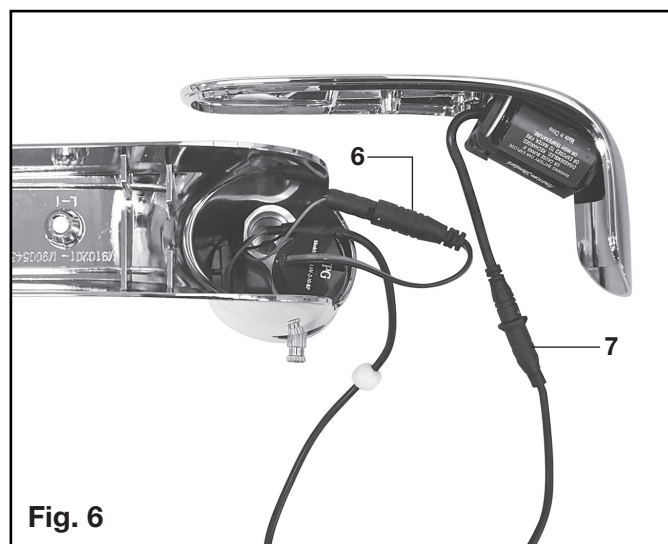

Fig. 6
PARA LLAVES COMPRADAS DESPUÉS DE OCTUBRE 2019 (FIG. 6)
1. Retire el TORNILLO DE LA TAPA (1) y retire la TAPA (15).
2. Desconecte los CABLES DEL SENSOR (6) y (7) de la BATERÍA y la VÁLVULA DEL SOLENOIDE. (Fig. 6)
1. Retire el TORNILLO DE LA TAPA (1).
2. Retire la TAPA (15).
3. Desconecta el CONECTOR NEGRO DE LA FUENTE DE ALIMENTACIÓN (7) y vuelve a conectarlo. Fig. 6.
4. Después de volver a conectar el CONECTOR NEGRO DE LA FUENTE DE ALIMENTACIÓN (7), una luz amarilla en el sensor comenzará a parpadear 10 veces.
9. Vuelva a ensamblar la TAPA (15) y fíjela usando el TORNILLO DE LA TAPA (1).